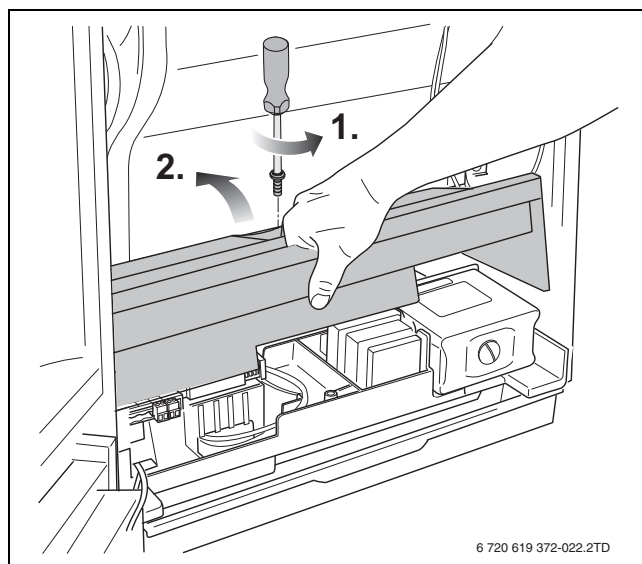

Bild 31 Abdeckung der elektrischen Anschlüsse nach oben klappen
- ▶ 1 Schraube der Abdeckung der elektrischen Anschlüsse lösen und Abdeckung nach oben klappen (→ Bild 31).